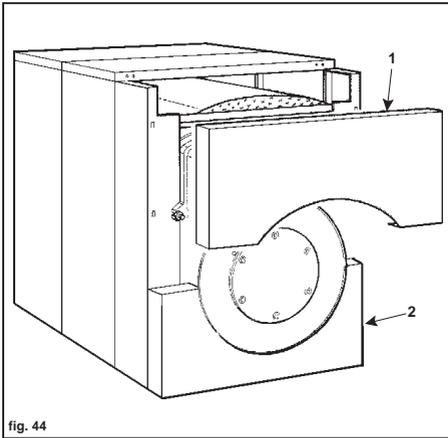

fig. 44
30. (Fig. 44) Das obere Frontpaneel 1 und das untere Frontpaneel 2 in die entsprechenden Führungen setzen und mit den Stiften und Federn sichern.